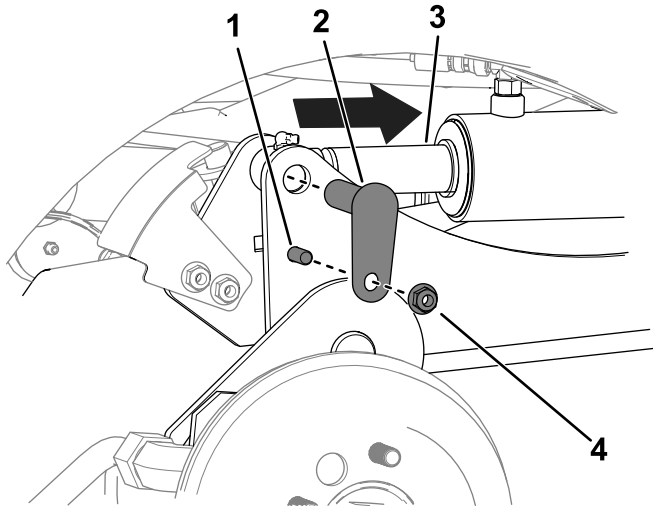

Figura 11
C. Utilice un botador para alinear los orificios de las varillas de los cilindros con los orificios de los brazos de elevación (Figura 11).
D. Utilice 2 pernos ($\frac{3}{8}$ " x $1\frac{1}{4}$ "), 2 tuercas ($\frac{3}{8}$ ") y 2 pasadores pequeños para sujetar los brazos de elevación a los cilindros (Figura 11).